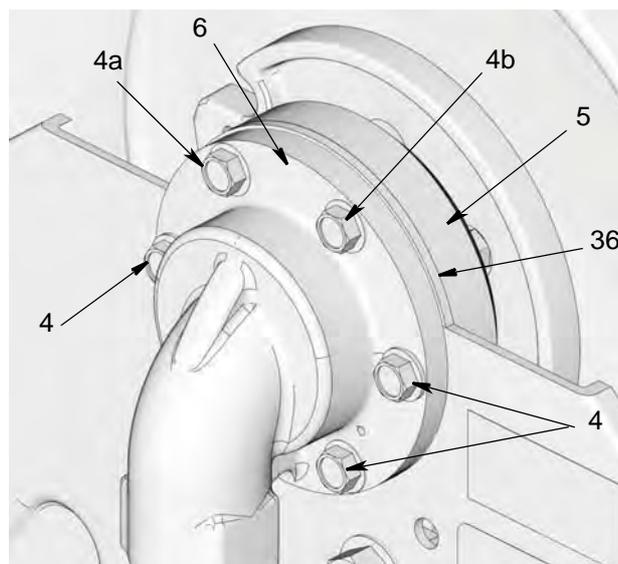

FIG. 24
9. Instale primero los 2 pernos superiores (4a y 4b), a través del bastidor y la entrada (6), como se muestra en la FIG. 24. Apriete los pernos lo suficiente para sostener todo en su lugar.
10. Luego instale los pernos restantes (4). Ajuste con la mano y luego apriete todos los pernos a 25 a 35 ft. lbs (33,9 a 47,45 N•m).